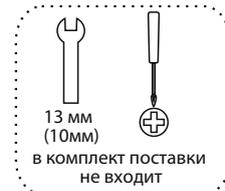

Рис. 1 Сборка снегоката арт. ТС6
Для приведения снегоката в рабочее состояние необходимо провести сборочные операции в соответствии с прилагаемой схемой (см. рис. 1). Для сборки применяются гаечный ключ на 13(10) и отвертка «+».